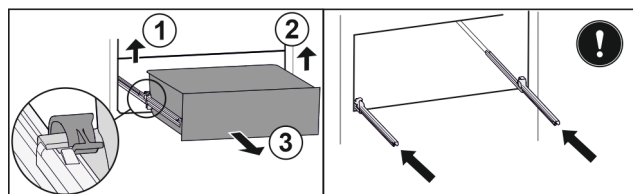

Fig. 161
- Podnieść lewy zacisk i wysunąć jednocześnie szufladę po lewej do przodu. Fig. 161 (1)
- Podnieść prawy zacisk i wysunąć jednocześnie szufladę po prawej do przodu. Fig. 161 (2)
- Wyjąć szufladę do przodu. Fig. 161 (3)